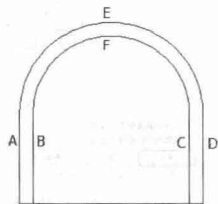

图1-19 最终效果图
(3) 过圆弧的 4 个端点分别绘制 4 条垂直直线，长度均为 200mm，然后绘制一条水平直线连接垂直直线，如图 1-19 所示，相关命令提示如下。
命令: _line 指定第一点: // 捕捉如图 1-19 所示的圆弧 E 的左端点
// 回车确认，生成如图 1-19 所示的直线 A
LINE 指定第一点: // 捕捉如图 1-19 所示的圆弧 F 的左端点
// 回车确认, 生成如图 1-19 所示的直线 B
LINE 指定第一点: // 捕捉如图 1-19 所示的圆弧 F 的右端点
// 回车确认, 生成如图 1-19 所示的直线 C
LINE 指定第一点: // 捕捉如图 1-19 所示的圆弧 E 的右端点
// 回车确认, 生成如图 1-19 所示的直线 D
LINE 指定第一点: // 捕捉如图 1-19 所示的直线 A 的下端点
// 捕捉如图 1-19 所示的直线 D 的下端点